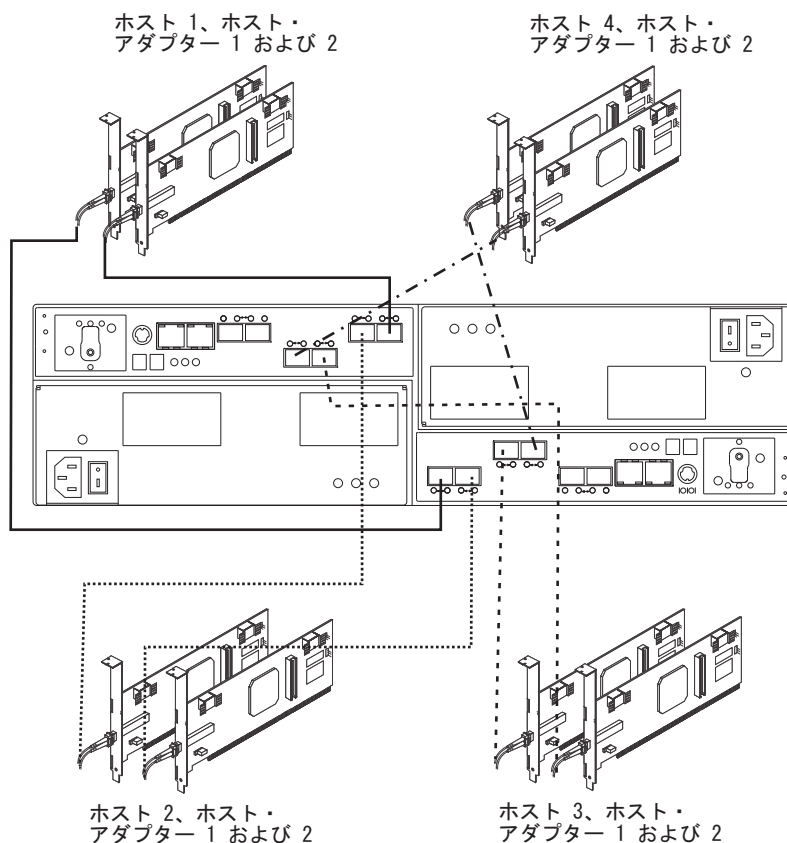

図 55. 2 つの冗長ホスト接続のケーブル接続図
3. その他の冗長ホスト接続ごとに、ステップ 1 および 2 を繰り返します。DS5020 ストレージ・サブシステムでは 100 ページの図 55 に示されているような 2 つの冗長ホスト接続、あるいは最大 4 つの冗長ホスト接続 (図示していません) を作成することができます。4 つの冗長ホスト接続では、DS5020 ファイバー・チャンネル・ホスト・バス・アダプターまたはファイバー・チャンネル・スイッチ・ポートに接続することができます。